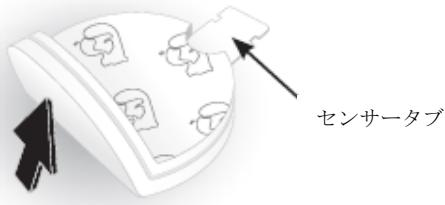

図4
- 2) 本品を皮膚からはがす際は、本品の端からゆっくりはがす（図4）。